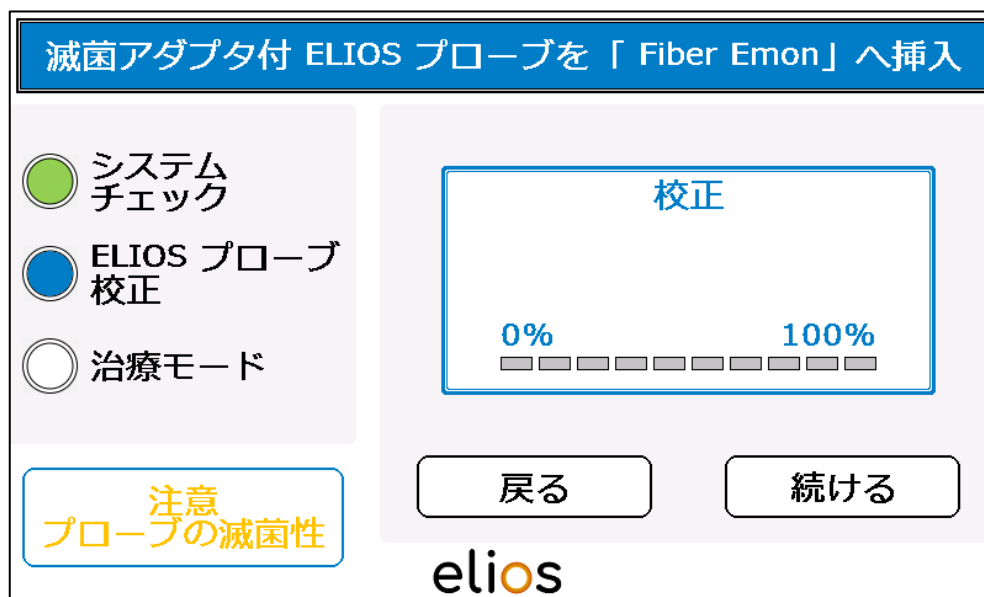

図 4-10 : 滅菌アダプター付きファイバーを挿入してください
- 「**CONTINUE**」ボタン（図 4-10）で操作を確定します。